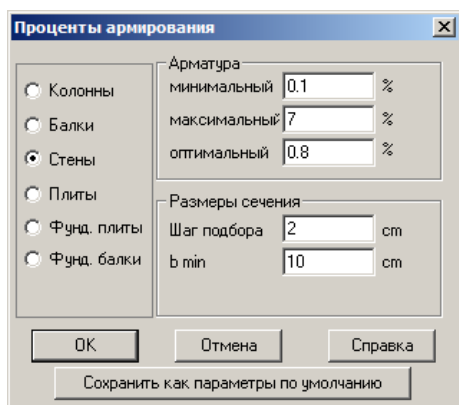

Рис.14.1.3. Окно диалога **Проценты армирования**
- В открывшемся окне диалога **Проценты армирования** выберите элемент **Стены** и задайте следующие параметры (рис. 14.1.3):